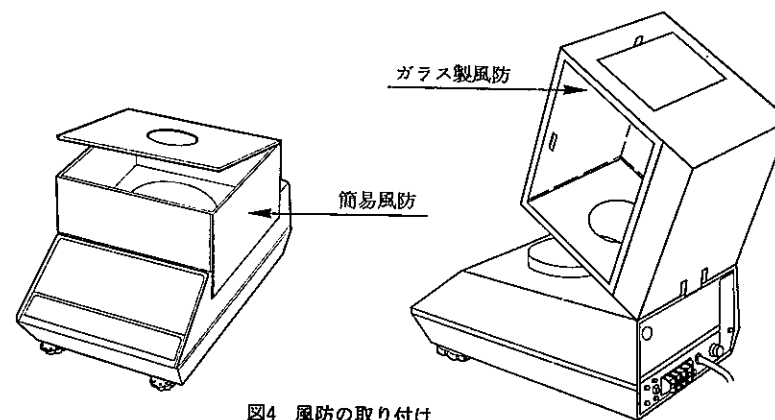

図4 風防の取り付け
- ※注) ガラス風防(OP-04)を使用する場合は風防をセットしてから, 皿受けおよび計量皿をのせてください。(図4参照)
- (4) 電源スイッチをOFFにして電源プラグをAC100V(50/60Hz)に接続してください。天びんは電源投入され, パワーランプが点灯します。このとき表示は点灯しません。電源投入後はいつでも使用できますが, より安定した計量結果を得るために, このまま20分以上のウォーム・アップ時間を取ることをお勧めします。
*注) EX-300A, EY-320Aの小レンジでは1mgの高感度ですから風(空気の流れ)の影響を敏感に感じとります。1mgまで安定した値を読みとる場合は、簡易風防(OP-02)、ガラス製風防(OP-04)の使用をお勧めします。(図4参照)